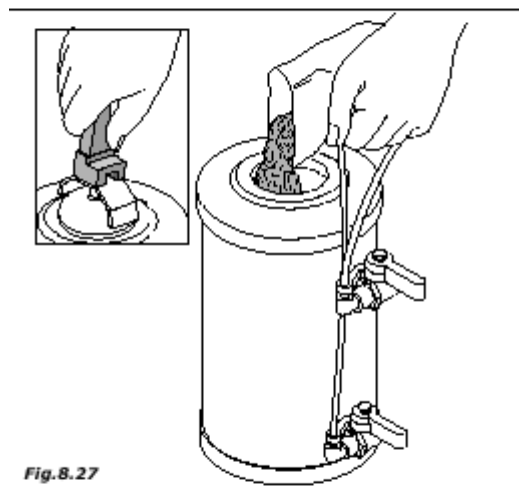

Fig. 8.27
- снимите крышку и добавьте 1,5 кг обычной поваренной соли (рис. 8.27).